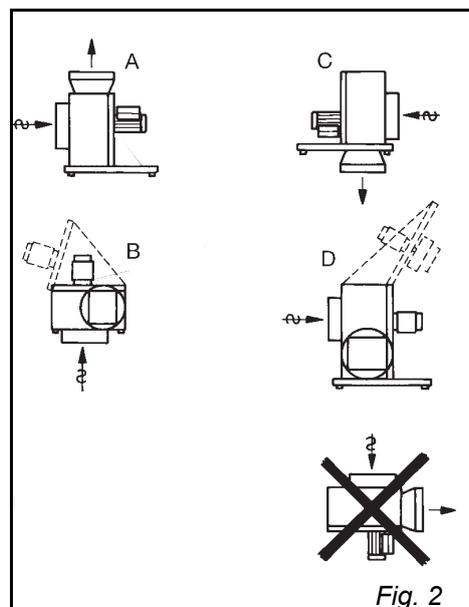

Fig. 2
Viften kan monteres på forskjellige måter (fig. 2) innendørs.
- **BESB/FSB 400 og 500:** Ved valg av monteringsmåte B (fig. 2/4) for BESB/FSB 400 og 500 må det bores frihuller (Ø16 - Ø20) i kabinettet for mutrene på bæreskinnene.